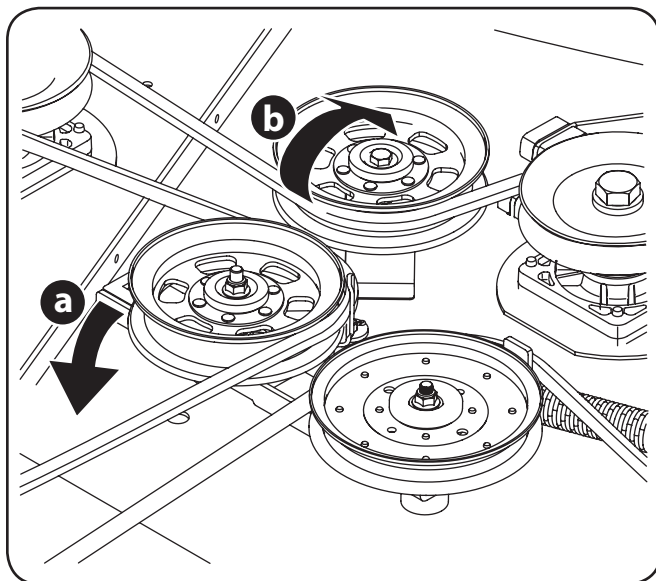

Figure 7-4
2. Placez-vous à côté du tracteur de façon à faire pivoter le support de la poulie de tension et la poulie de tension vers l'arrière (a) jusqu'à ce que vous puissiez soulever la courroie en « V » par-dessus la poulie de tension (b). Voir Figure 7-4.